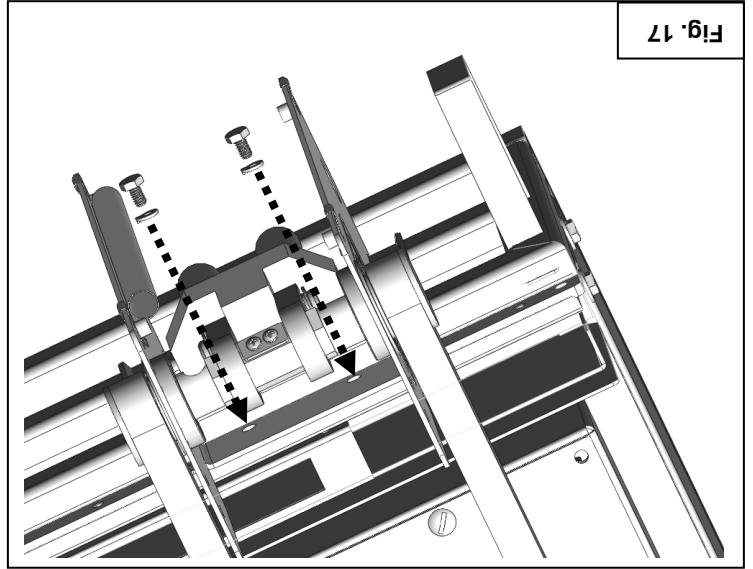

Fig. 17
19. Placez l'appareil à sa position abaissée tel qu'illustré à la figure C de la page 6. Insérez et serrez les vis et rondelles supérieures du support de montage. Voir Fig. 17.